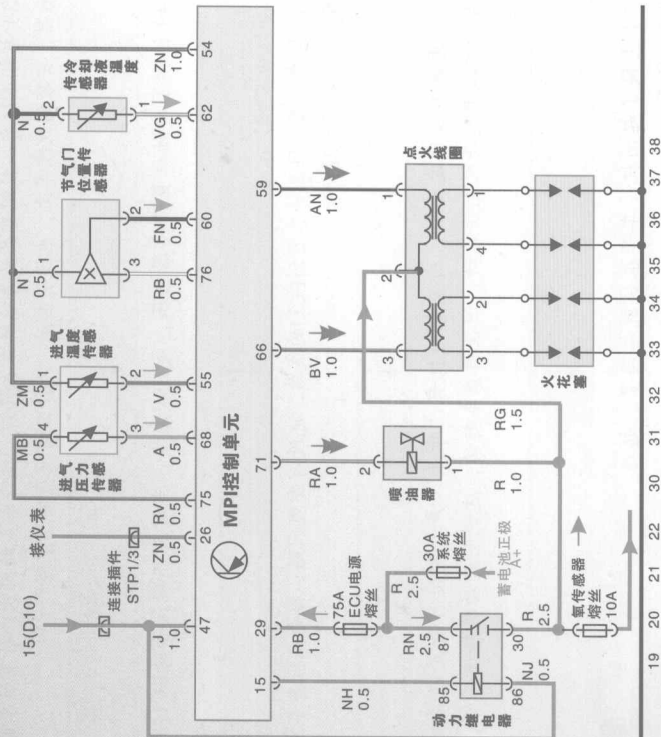

图2-5 多点电喷发动机控制系统
8) 根据图2-5所示的电路图, 对有关供电线路进行分析。从线路图来看所有执行元件均是通过继电器提供电源电压(12V)的, 继电器受点火开关控制。检查表明, 执行元件在接通点火开关时均有蓄电池电压, 说明对执行元件的供电正常。发动机ECU有26、47、29三个电源端子, 其中端子26由点火开关控制, 经熔丝和仪表盘上的故障指示灯供电, 接通点火开关后能测到蓄电池电压; 端子47也是由点火开关控制, 经熔丝供电。接通点火开关后能测到蓄电池电压; 端子29由蓄电池经熔丝直接供电, 在发动机ECU线路上也能测到蓄电池电压, 上述检测结果说明对发动机ECU供电是正常的。